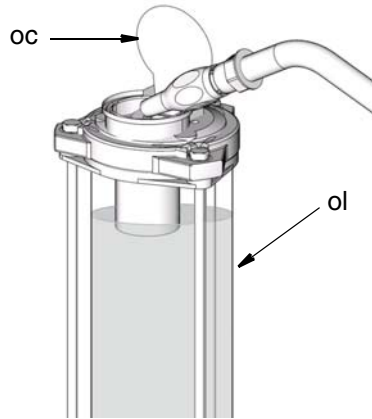

图 5
- 慢慢添加机油 (ol)，直到液箱注入到其容量 (图 5)。小心向液箱不要注入过快和超过液箱的容量。
- 关闭机油注入盖 (oc)，防止污染和溢出 (图 5)。